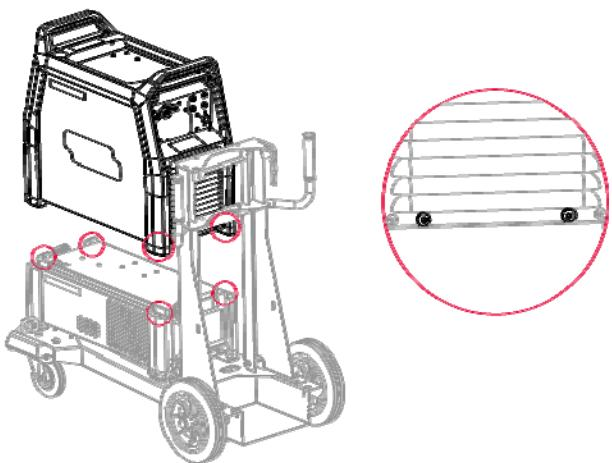

Рисунок 2
- Установите Speedtec в верхней части системы охлаждения (Рис. 2).